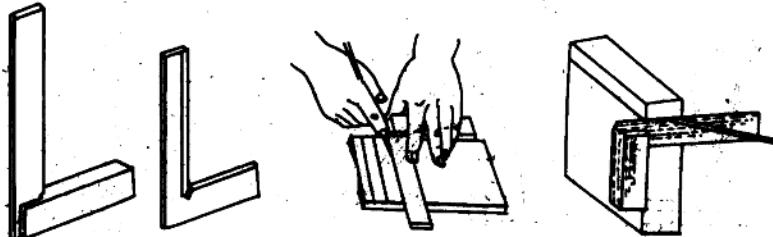

图 2-6 直角尺的使用方法
(5) 直角尺用作划平行线或垂直线的导向工具，也可作来找正工件平面在划线平台上垂直位置（见图 2-6）。